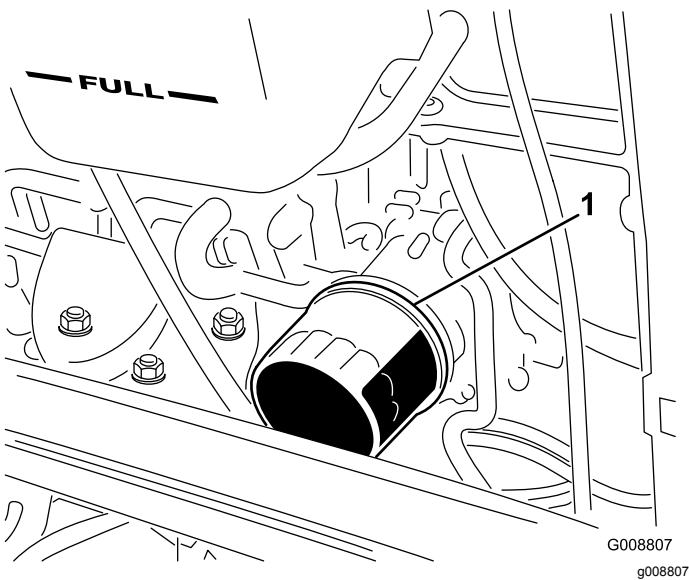

Figura 33
2. Togliete il filtro dell'olio (Figura 33). Applicare un velo di olio pulito sulla tenuta del nuovo filtro prima di avvitare. Non serrate troppo.